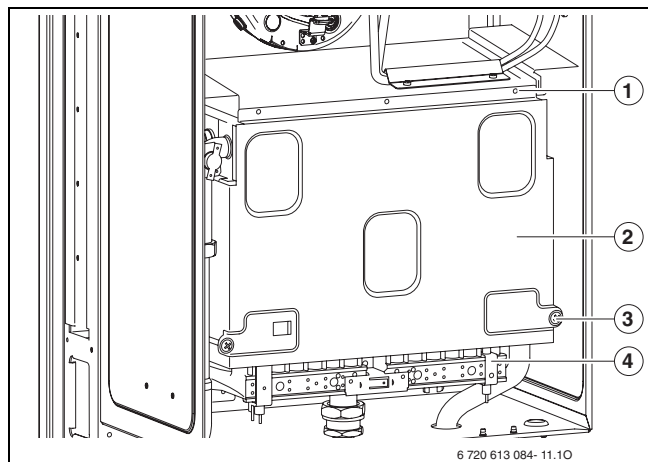

Fig. 59 Abrir o queimador
- ▶ Retirar a parte da frente da câmara de combustão e o queimador (→ fig. 59).